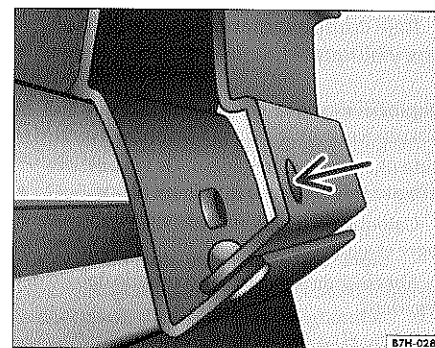

Fig. 34 Tornillo del soporte del toldo
- Desenrosque previamente el tornillo (del centro) del primer soporte ⇒ fig. 34.